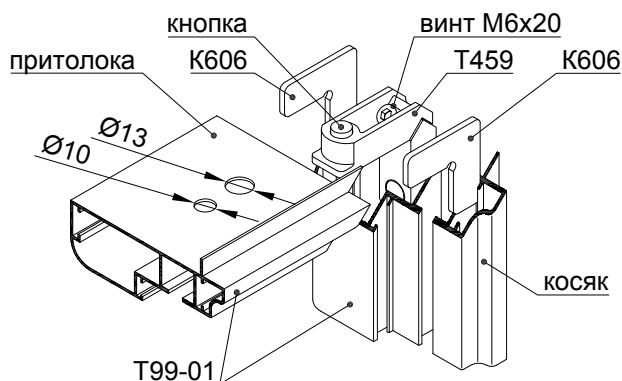
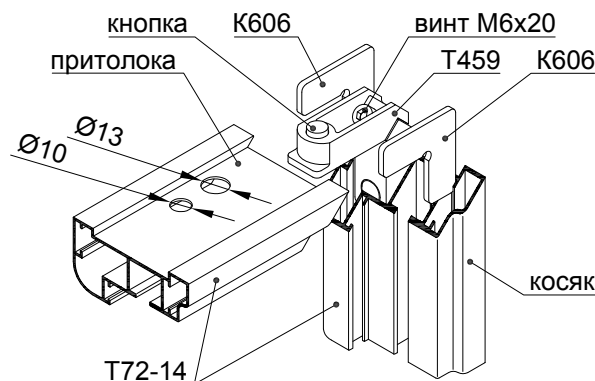

Рис. 1
Рис. 2
3. Установить в косяк уголки К606 и соединительный уголок Т459 головкой винта М6х20 наружу (см. рис. 1 и рис. 2). Кнопку на угловом соединителе необходимо совместить с отв. $\varnothing 10$ мм в косяке;